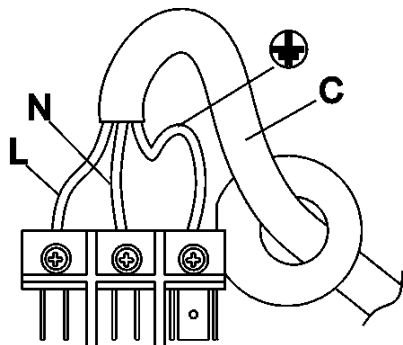

FIG. 10
- Se o aparelho não conter um cabo de alimentação, coligue à bateria de bornes um cabo com a secção apropriada (vide a tabela do parágrafo 7), mantendo o condutor de terra maior que aqueles de fase, e em conformidade com o esquema da fig. 10.
- Coloque no cabo de alimentação "C", (caso não houver), uma ficha à norma adapta à carga indicada na etiqueta de aviso. Conecte os cabos conforme o esquema da fig. 10, respeitando as correspondências abaixo: